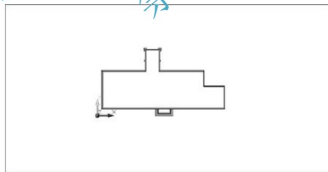

图 6.70 绘制矩形
(2) 启动【矩形】命令（快捷键 REC）绘制如图 6.70 所示的矩形。